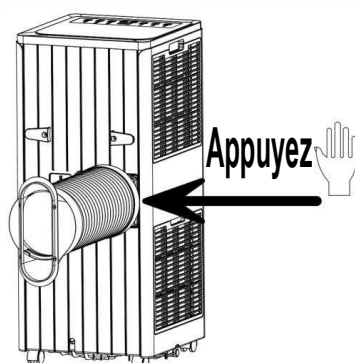

Figure 1
1.1 Installez l'ensemble de tuyaux de chauffage (comme illustré à la figure 1)
- 2) Insérez l'ensemble du caloduc (à l'extrémité du raccord d'évacuation) dans la fente d'aération du panneau arrière (poussez-le jusqu'à gauche) et terminez l'assemblage (comme illustré à la figure 1).